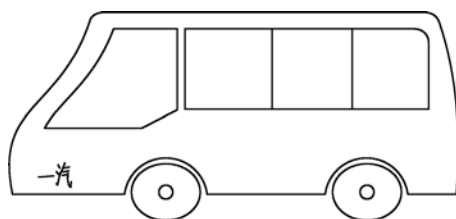

图 8-16 插入带属性的块
8) 在绘图窗口中单击，确定插入点的位置，并在命令行的“生产商”提示下输入“一汽”，然后按〈Enter〉键，结果如图 8-16 所示。